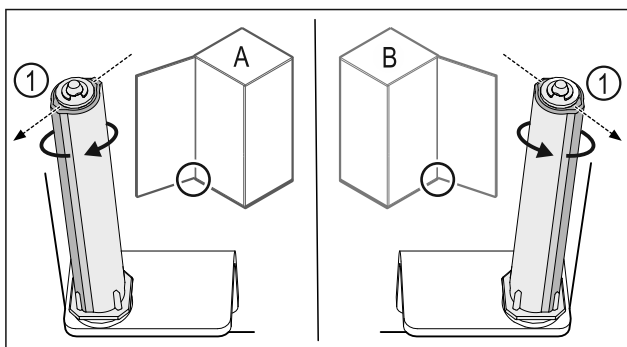

Fig. 28 Links scharnierend (A) / rechts scharnierend (B)
- Sluitsysteem tegen de weerstand in draaien tot het schot van het sluitsysteem Fig. 28 (1) naar buiten wijst.